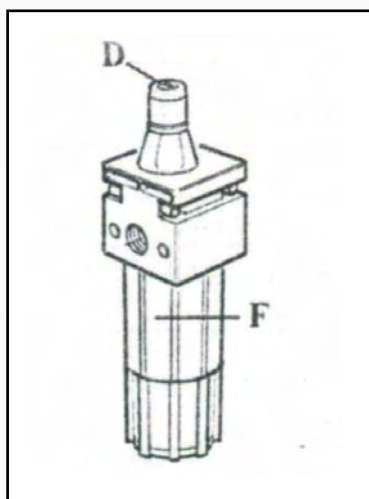

Рисунок 23
1. По возможности каждую неделю, но не реже одного раза в месяц, смазывайте направляющие ползунков зажимных кулачков, а также очищайте от загрязнений поворотный стол дизельным топливом. Регулярно проверяйте уровень масла в маслораспылителе. При необходимости доливайте масло, открутив стакан маслораспылителя F (рисунок 23).
2. Капля масла должна падать в прозрачный стакан маслораспылителя при каждом третьем или четвертом нажатии на педаль (11). В противном случае, отрегулируйте с помощью отвертки установочный винт D маслораспылителя (рисунок 23).